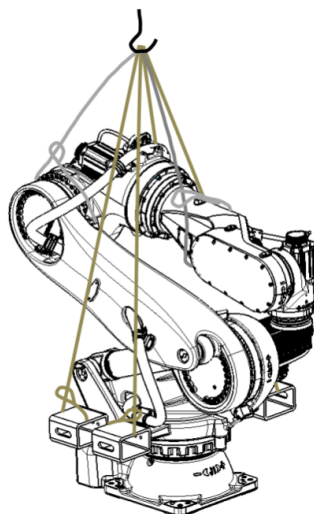

图 3.2.1
- (1) 必须把机器人调整到搬运姿态（参考图3.2.1）。
- (2) 锁紧机器人腰部的叉运治具的吊耳孔。
- (3) 用满足机器人搬运要求的吊带，穿过吊耳孔。
- (4) 在吊带与机器人本体有接触的地方，垫上缓冲材料，预防吊带损伤断裂及本体表面擦伤。
- (5) 搬运时，必须缓慢平稳，防止机器人在搬运过程中晃动。